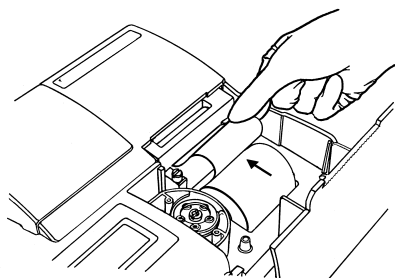

Fig. 6-6 Inserción del rollo nuevo
4. Ponga un rollo nuevo en el alojamiento correspondiente y enhébrelo en el alimentador. Guíese por el diagrama ubicado en el alojamiento del papel, para asegurarse de que lo ha insertado correctamente. (Fig. 6-6).